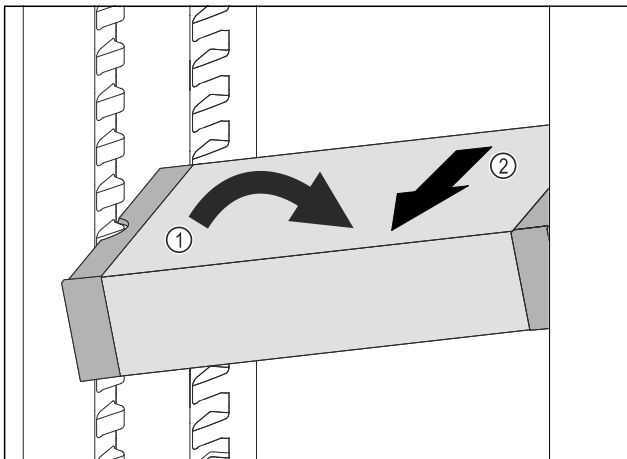

Fig. 249
- VarioSafe im Kühlteil schräg stellen. Fig. 249 (1)
- VarioSafe nach vorne entnehmen. Fig. 249 (2)